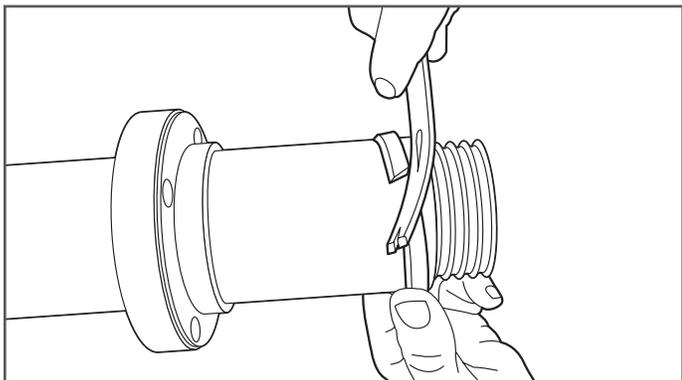

Figura 8-8
8. Use un destornillador de punta plana o una palanca de cabeza plana para abrir el cierre del revestimiento y quitarlo. (Figura 8-8)